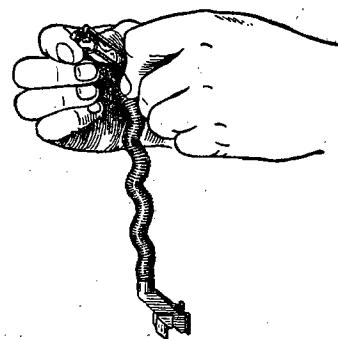

Рис. 22. Сборка возвратного механизма
4) **Собрать возвратный механизм.** Упереть пятак направляющего стержня в стол (упор); надеть пружину на направляющий стержень и сжать ее настолько, чтобы конец направляющего стержня вышел из нее; удерживая левой рукой пружину, правой рукой развести концы подвижного стержня, продеть один из них в образовавшуюся петлю и отпустить пружину до упора в подвижный стержень (рис. 22); вставить муфту между концами подвижного стержня; левой рукой сжать пружину, правой рукой перевести подвижный стержень в вертикальное положение, после